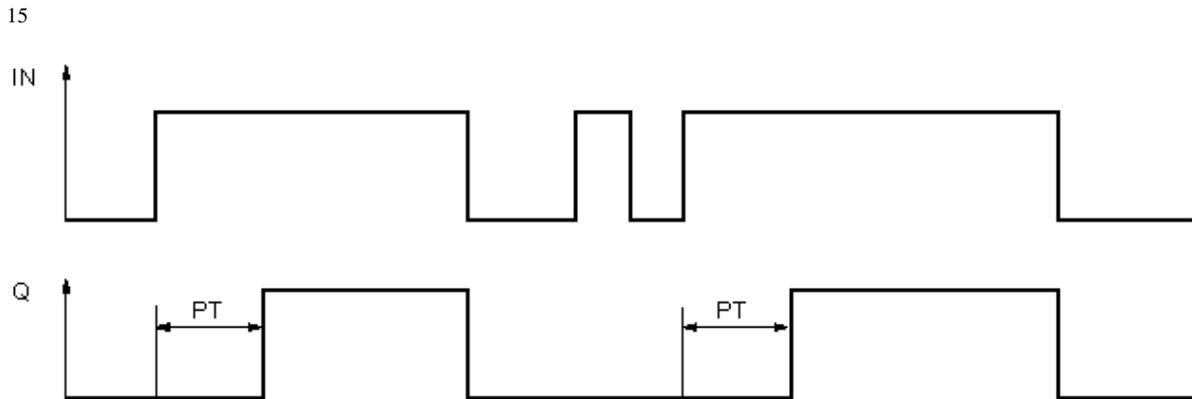

Figura 3.13 - Gráfica de tiempos de la entrada IN y la salida Q para la instrucción TON
- **TON (ON-delay timer):** Es un temporizador de retardo a la conexión. Éste retarda la activación de la salida Q por el tiempo programado PT. La instrucción se inicia cuando la entrada IN cambia de 0 a 1 (señal ascendente). Cuando se inicia la instrucción, se empieza a contar el tiempo programado PT. Una vez transcurrido el tiempo PT, la salida Q devuelve el estado lógico 1. La salida Q permanecerá activada mientras la entrada de arranque esté activa (Figura 3.13) Cuando el estado lógico de la entrada de arranque se desactiva, se desactiva también la salida Q. La función de temporización se reinicia al detectarse un nuevo flanco de señal ascendente en la entrada de arranque. Si se interrumpe la señal IN antes de que termine de transcurrir el tiempo PT, el tiempo ET vuelve a T#0 y se reinicia el temporizador.